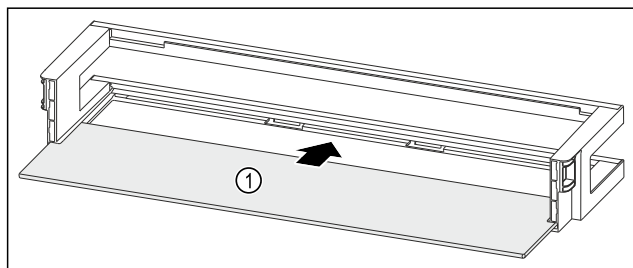

Fig. 230 Дверная полка со съемной полкой
- ▶ Вдвиньте съемную полку Fig. 230 (1) в боковые пазы.